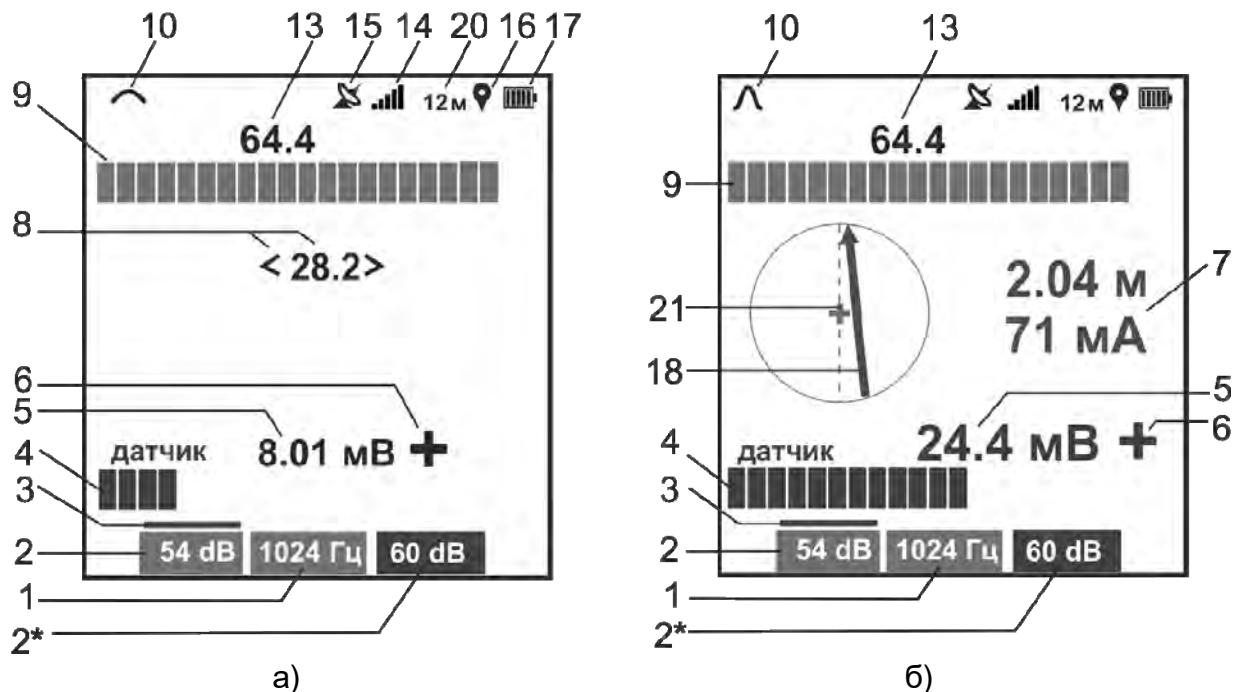

Рисунок 3.3 – Индикация приемника в режиме «ТРАССА-ДАТЧИК»
- режим «ТРАССА-ДАТЧИК» – для поиска мест повреждения изоляции коммуникации с одновременным контролем её расположения и глубины залегания, а также поиска обрыва, замыкания или отбора жил в многожильном кабеле (рисунок 3.3а). Дополнительно при включенной функции «КОМПАС», отображается положение и направление коммуникации относительно приемника (рисунок 3.3б);